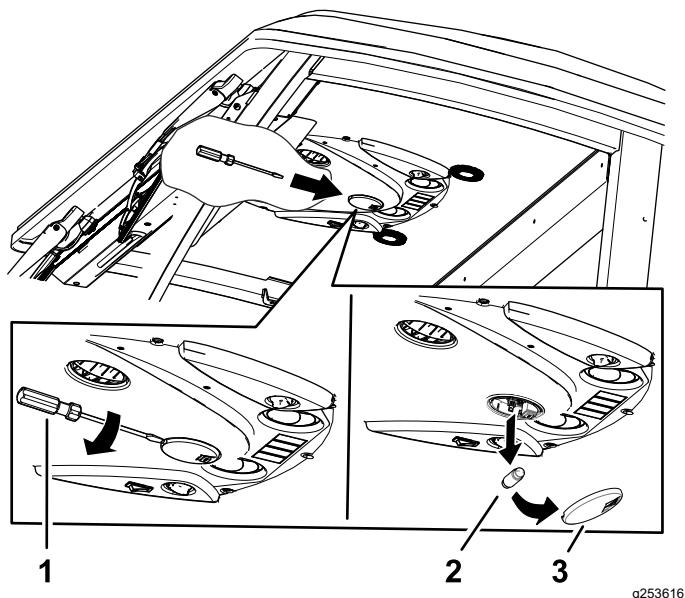

Рисунок 120
1. Снимите защитное стекло осветительного прибора с панели управления с помощью отвертки (Рисунок 120).
2. Выньте лампу из основания осветительного прибора (Рисунок 120).